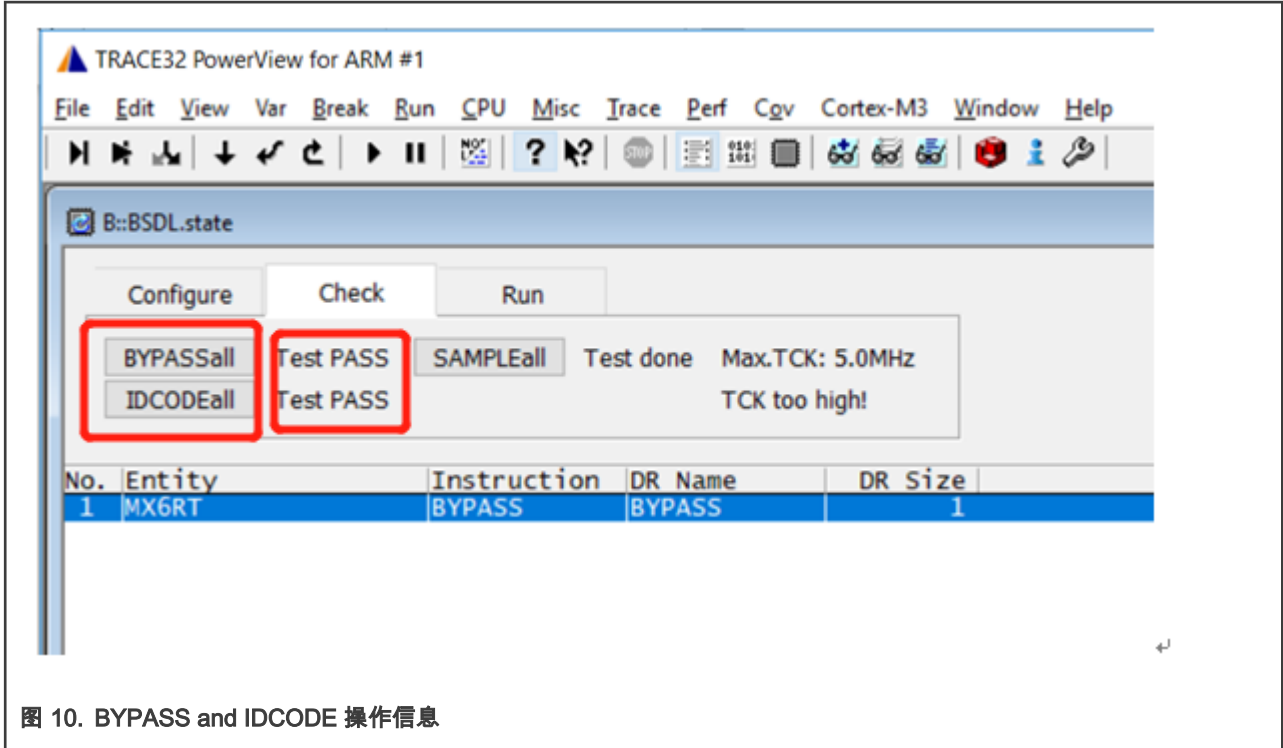

图 10. BYPASS and IDCODE 操作信息
6. 切换到 **Check** 选项界面，依次点击 **BYPASSall** 和 **IDCODEall** 两个选项依次进行相应的检查，显示 **Test PASS** 就可以。图 10 是详细操作步骤信息。